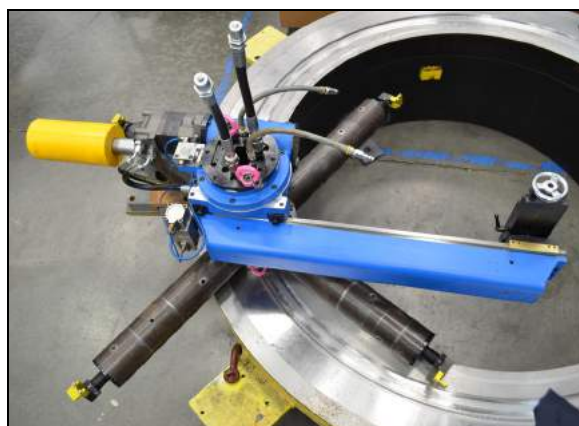

РИСУНОК 3-4. РЕГУЛИРОВАНИЕ ВРАЩАЮЩЕГОСЯ РЫЧАГА
4. Отрегулируйте вращающийся рычаг и рычаг противовеса на правильный диаметр (рис. 3-4). Сведения о регулировании вращающегося рычага и рычага противовеса см. в разд. 3.9 и 3.10.